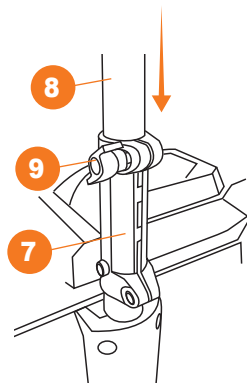

Рис. 5
- Ослабьте крепление штанги **7** на корпусе снегоуборщика (Рис. 5).
- Установите штангу **8** в крепление до щелчка (Рис. 5).
- Затяните гайку **9** для фиксации штанги в корпусе (Рис. 5).